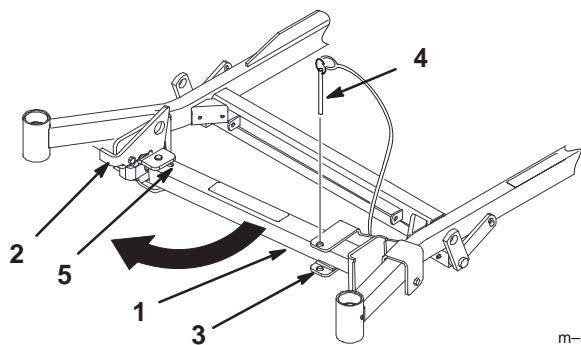

Figure 27
2. Retirez la goupille du support (Fig. 27).
3. Soulevez le verrou. Déployez le pied du support et poussez le support vers la machine, au bas de la fente (Fig. 27 et 28).
5. Ramenez le support à sa position de repos (Fig. 27).